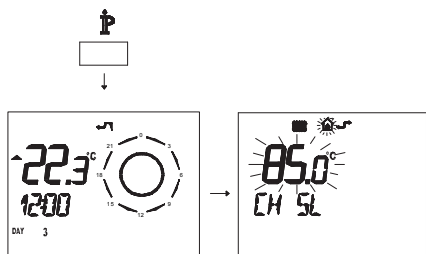

Figura 5.51
- Premere per più di 3 secondi il pulsante **P** per entrare in modalità **INFO** (Figura 5.51).